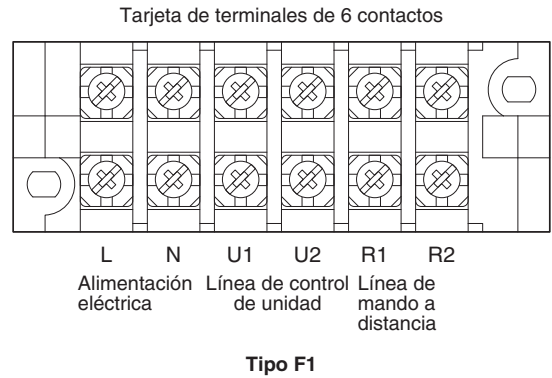

Fig. 4-2
- (1) Consulte la sección 4-2. "Longitud de cables y diámetro de cables recomendados para el sistema de alimentación" para la explicación de "B", "C", "D" y "E" en los diagramas anteriores.
- (2) El diagrama de conexiones básicas de la unidad interior muestra las tarjetas de terminales, por lo que las tarjetas de terminales de su equipo pueden ser distintas de la ilustrada. (Fig. 4-2)
- (3) Deberá ajustarse la dirección del circuito de refrigerante (R.C.) antes de conectar la alimentación.
- (4) Con respecto al ajuste de la dirección R.C., consulte las instrucciones de instalación suministradas con la unidad del mando a distancia (opcional). El ajuste de la dirección automática se puede ejecutar con el mando a distancia de forma automática. Consulte las instrucciones de instalación suministradas con la unidad del mando a distancia (opcional).